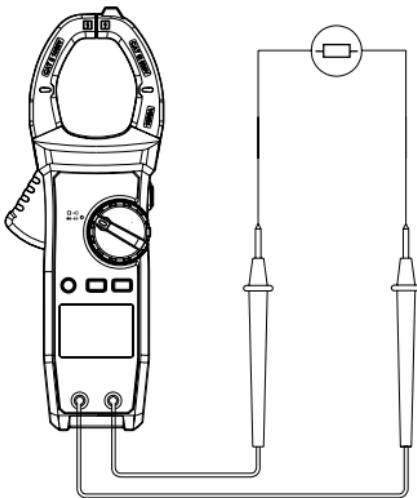

Рис.7 Проверка целостности
2) Установите переключатель на **•Ω•** и подсоедините щупы тестовых проводов к проверяемому элементу цепи (см. рис. 7). При значении сопротивления элемента цепи <30 Ом, цепь считается целостной, будет звучать непрерывный звуковой сигнал. Если сопротивление между контактами превышает 50 Ом, то звуковой сигнал отсутствует.